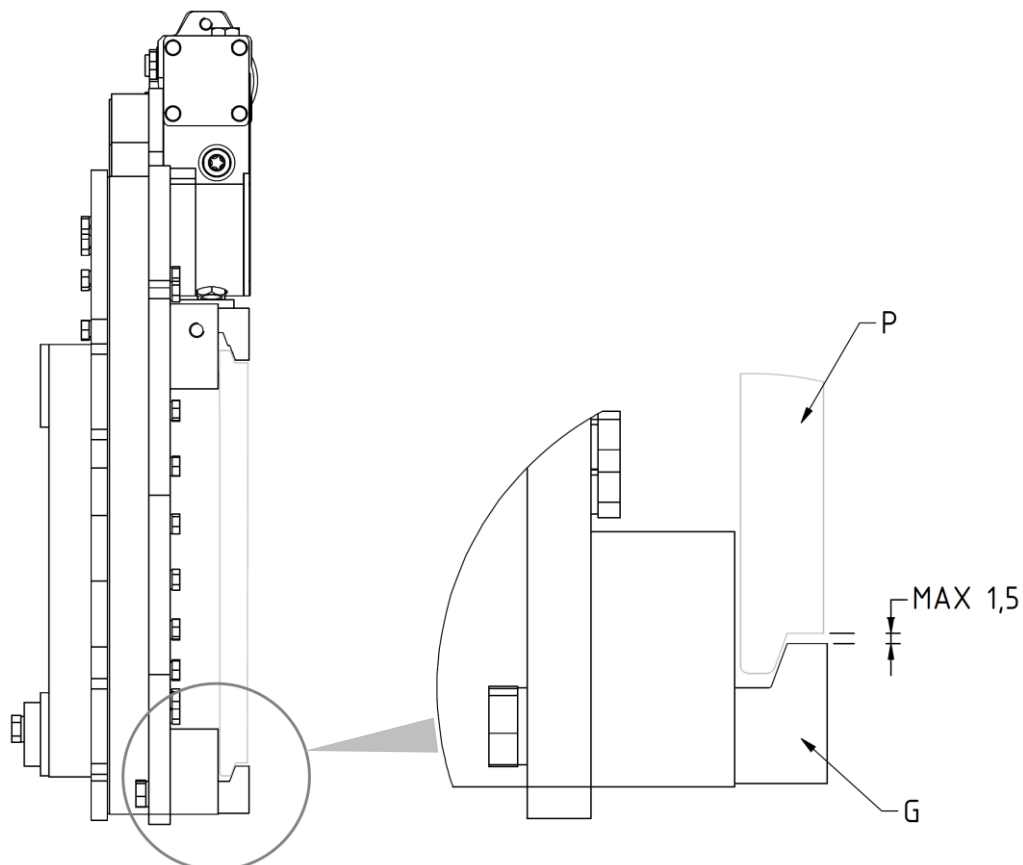

Figura 6
7. Riavvitare i 2 ganci inferiori G in modo che il corpo di questi rimanga agganciato anche inferiormente alla piastra porta forche P (con gioco max. 1,5mm, vedi dettaglio *Figura 6*), serrando con coppia di serraggio indicata nella *Tabella 3*.